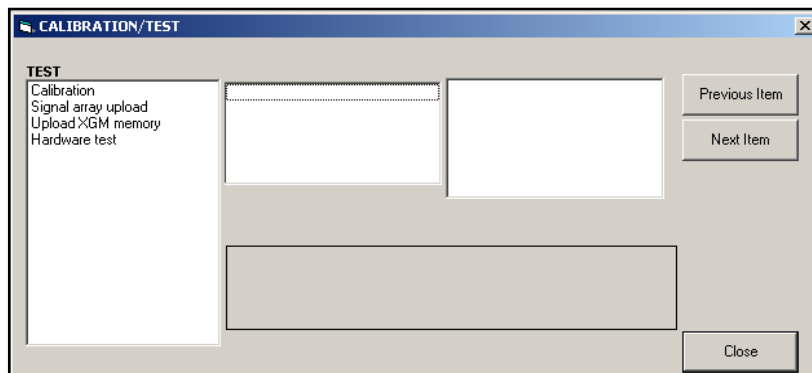

Figure 10: menu *Calibration/Test* (Étalonnage/Test)
5. Pour saisir des données dans le programme utilisateur, cliquez deux fois sur le menu *Calibration/Test* (Étalonnage/Test). Une fenêtre semblable à celle illustrée *Figure 10* s'affiche.
1. À partir du menu *Calibration/Test* (Étalonnage/Test) (voir Figure 10 à la page 40), cliquez deux fois sur l'option *Calibration* (Étalonnage) pour l'ouvrir.
Pour étalonner une carte d'option installée dans le logement 1 (Slot 1) du XGF868i, ouvrez le menu *Calibration/Test* (Étalonnage/Test) comme illustré *Figure 10* à la page 40.